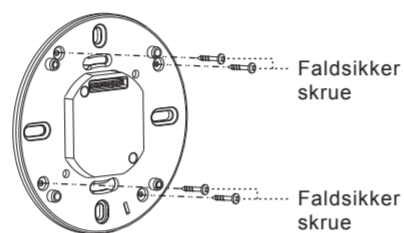

FIG. 16
4.4.3.4 Indsæt 4 faldsikre skruer i de tilsvarende skruehuller på detektorens fikseringsplade, og de 4 skruer kan ikke falde ned, hvilket letter de efterfølgende installationer (Se FIG. 16).